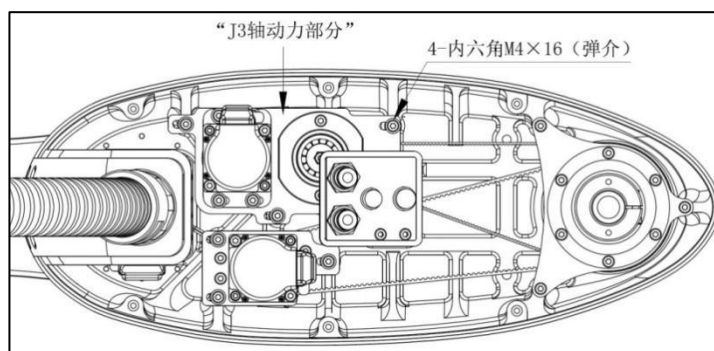

图 5.6 松螺丝示意图
- 1) 如图 5.6 所示，松开 J3 轴动力部分的固定螺丝 4-内六角 M4×16，继而可拿出 J3 轴动力部分（包含一级传动）。